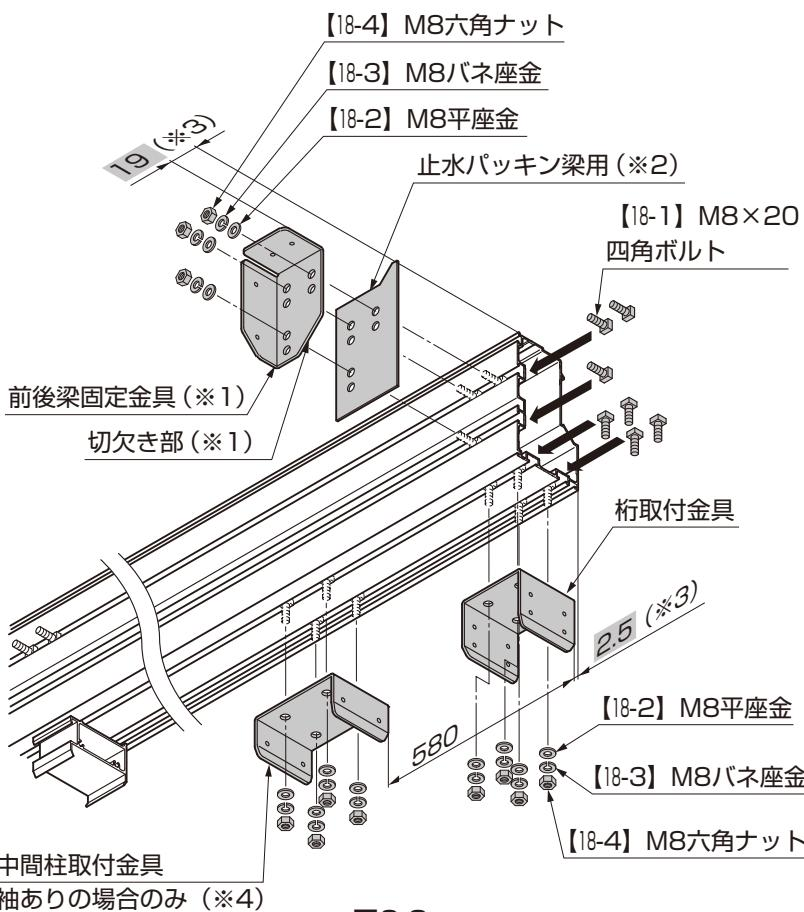

図6-2
③桁側面の溝に【18-1】をスライドしながら入れ、止水パッキン梁用を貼り、【18-2】、【18-3】、【18-4】で前後梁固定金具を固定してください。(図6-2参照)
④桁底面の溝に【18-1】をスライドしながら入れ、【18-2】、【18-3】、【18-4】で桁取付金具と中間柱取付金具を固定してください。